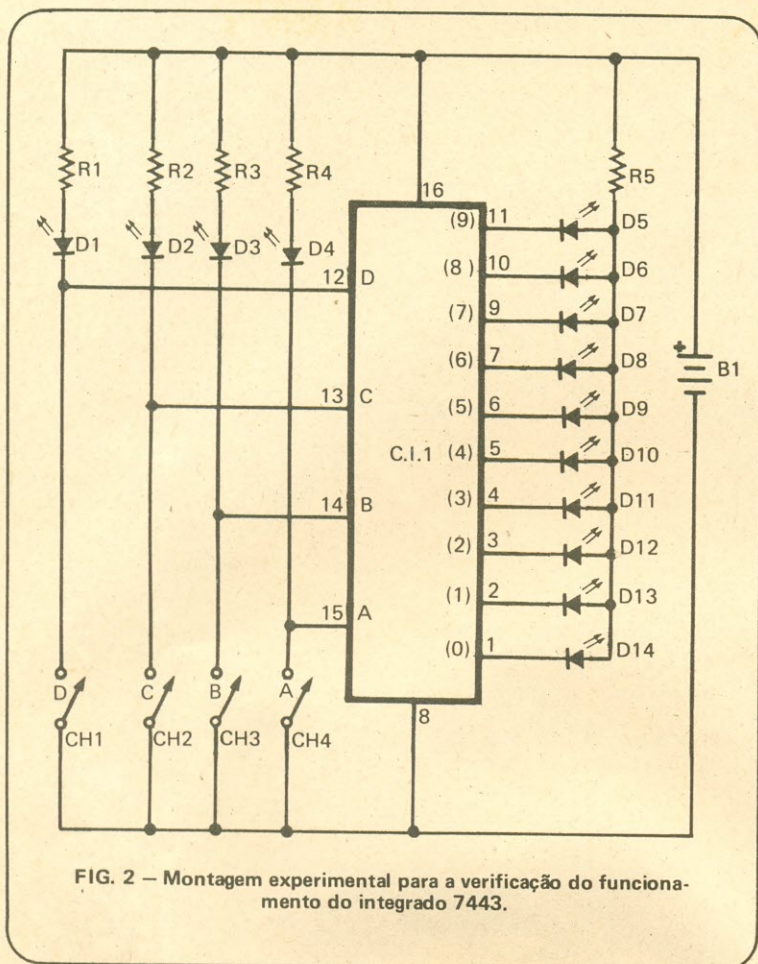

FIG. 2 – Montagem experimental para a verificação do funcionamento do integrado 7443.
Vocês devem verificar na prática essa tabela, utilizando para tal o circuito da Fig. 2, onde a emissão de luz de um fotemissor caracteriza o nível baixo (L) de entrada ou saída. Observe que, se os interruptores se encontram desoperados (interruptores abertos), nenhum fotemissor acende: os das entradas (D1 a D4) não o fazem porque não estão polarizados e os restantes (D5 a D14) porque todas as saídas do integrado se encontram em nível alto, em virtude da informação de entrada (1111) que é inválida para o C.I. 7443 – decodificador excesso 3.